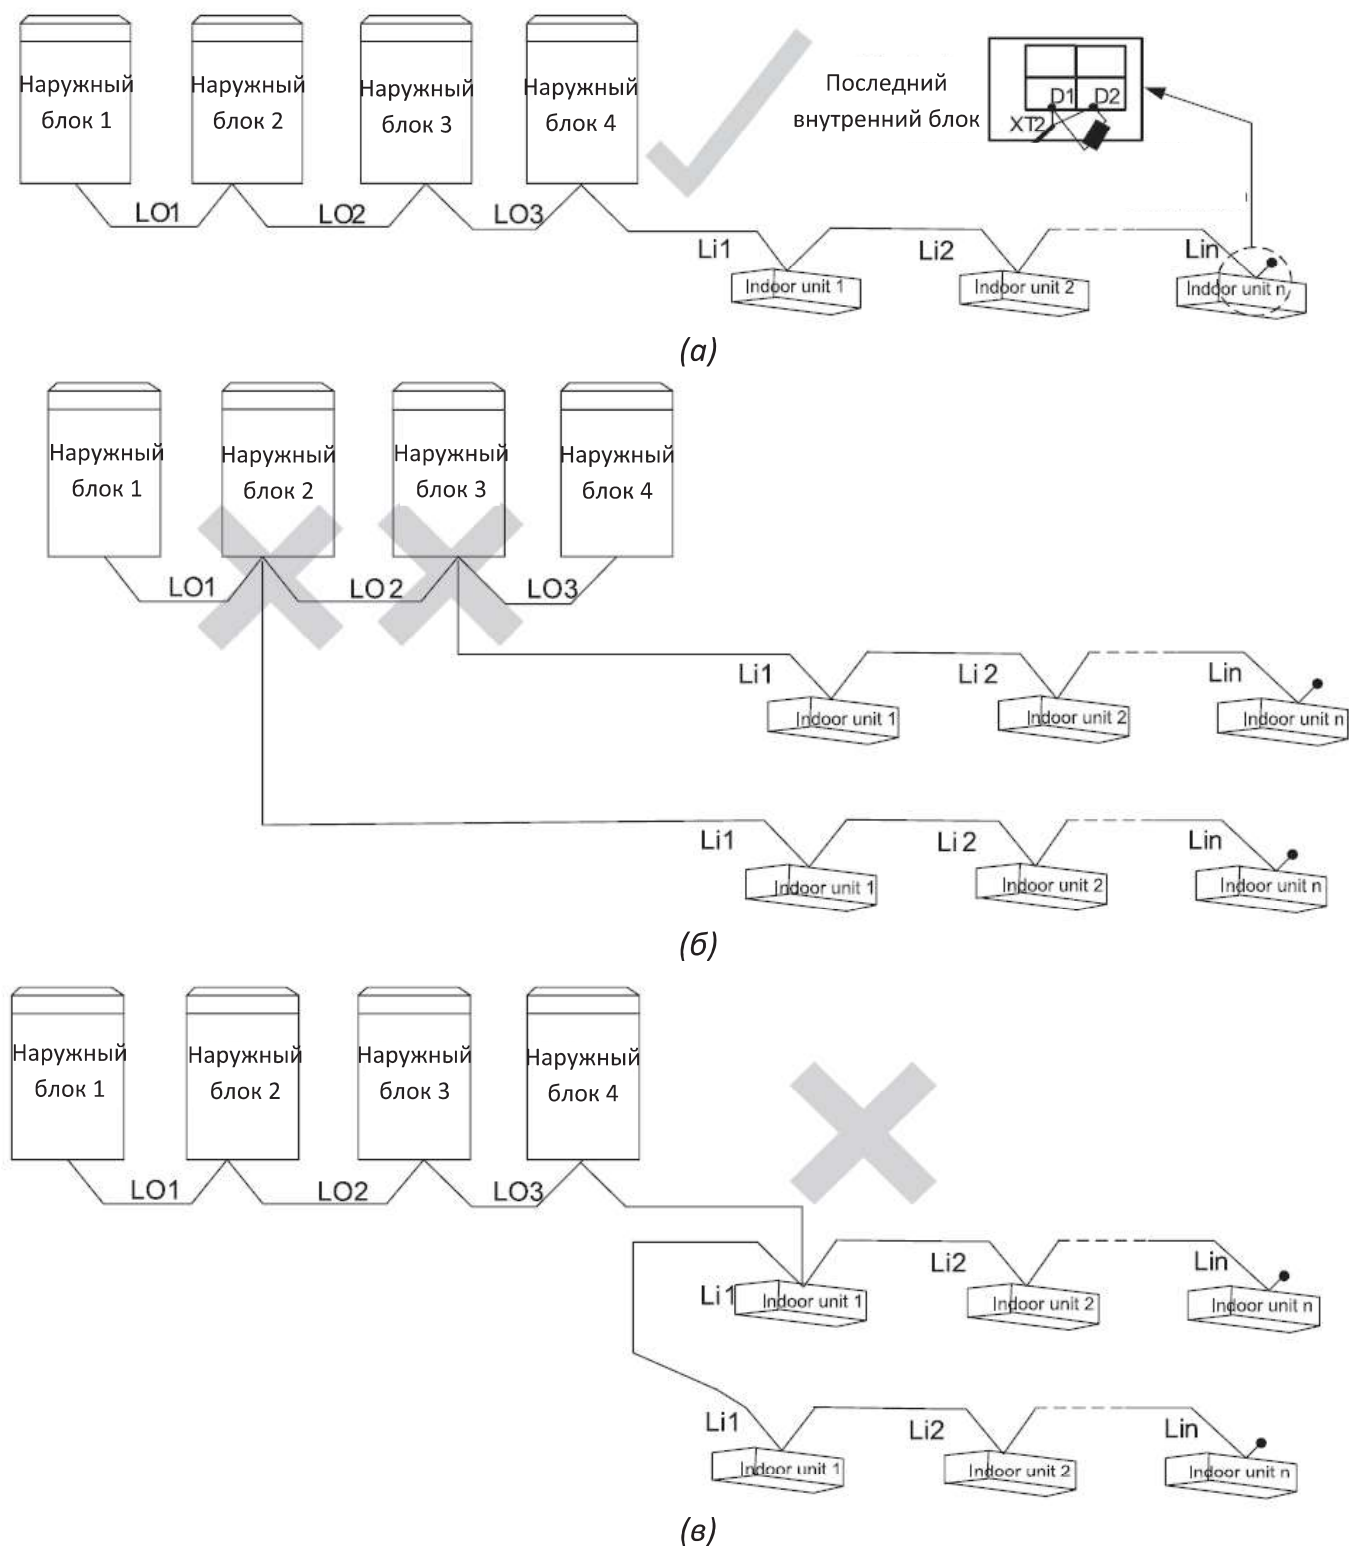

Рис. 8.2
8.2.3. Наружные и внутренние блоки должны соединяться только последовательно. К последнему внутреннему блоку должен быть подключен согласующий резистор (в комплекте с наружным блоком). На рис. 8.2(а) показан пример правильной коммутации системы. На рис. 8.2(б) и 8.2(в) показаны примеры ошибочной коммутации внутренних и наружных блоков.